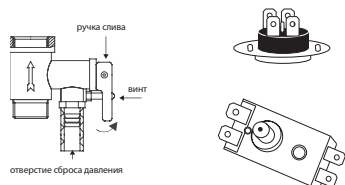

Рис. 7
- открутить гайку крепления термовыключателя, закрепленного на фланце ТЭНа, перевернуть термовыключатель и нажать до щелчка кнопку, расположенную по центру термовыключателя рис. 7;